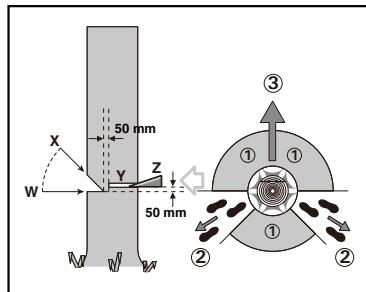

Fig. 1
Quando a árvore começar a cair, remova a motosserra do corte, pare o motor, pause a motosserra e, em seguida, use o caminho de fuga planeado (2). Esteja alerta para a queda de ramos acima da cabeça e proteja os pés. (Ver Fig. 1)